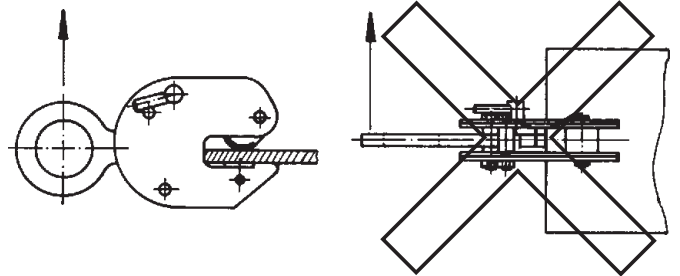

Fig. 3
- It is forbidden to apply side-pull forces to the clamp (Fig. 3).
- Il est interdit de lever en biais (Fig. 3).